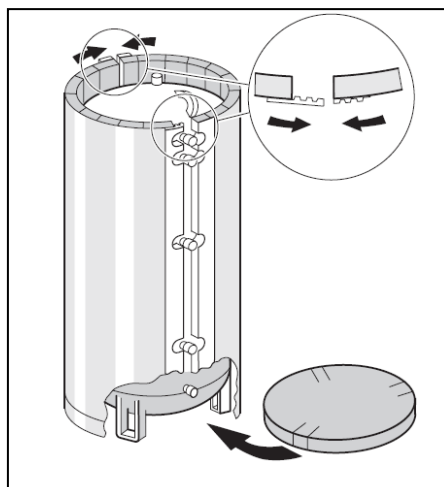

Рис. 9 Монтаж теплоизоляции (принципиальная схема)
- Равномерно уложите теплоизоляционный мат (Рис. 9) по поверхности бойлера так, чтобы совпадали места подключения и предусмотренные на мате вырезы.
- Сначала замкните теплоизоляцию на тыльной стороне бойлера (сторона подключений), как показано на увеличенном фрагменте Рис. 9.
- Обеспечьте полное сопряжение обеих зубчатых шин (смотри увеличенный фрагмент на Рис. 9).